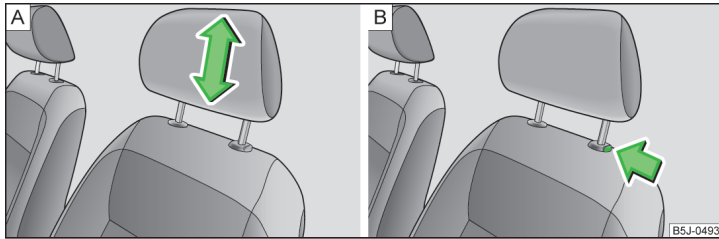

Fig. 59 Tetiera: Reglarea / demontarea
- ▶ Prindeți tetiera din lateral, cu ambele mâini și mișcați-o în sus, după dorință » fig. 59 - .
- ▶ Dacă doriți să împingeți tetiera în jos, trebuie să apăsați tasta de siguranță » fig. 59 -  cu o mână și să o mențineți apăsată, iar cu cealaltă mână să apăsați tetiera în jos.
- ▶ Apăsați tasta de siguranță în sensul săgeții » fig. 59 -  și trageți afară tetiera.